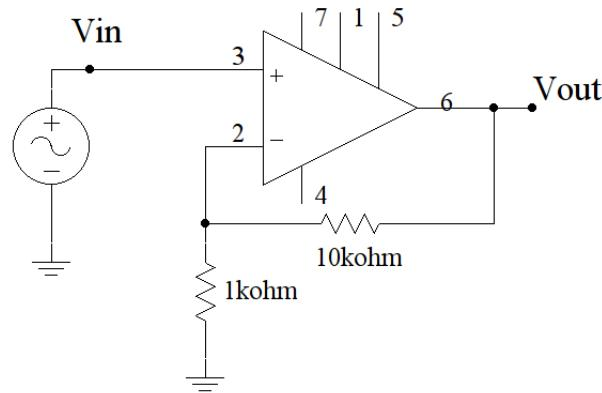

Figura 2: Amplificador no inversor.
- Armar el amplificador no inversor de la Figura 2 alimentando el operacional con tensiones de  $\pm 12$  V. Introducir en la entrada una señal senoidal de 1 kHz sin offset de continua que permita tener una salida de 0,5 Volt de amplitud.